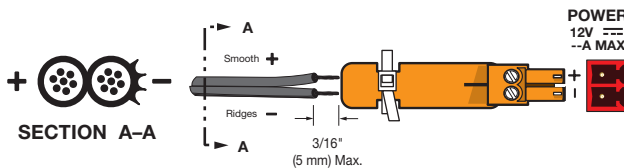

Figure 3. Power Connector Wiring
2. Strip the jacket to expose 3/16 inch (5 mm) of the conductor wire (see figure 3).
- Power supply voltage polarity is critical. Incorrect voltage polarity can damage the power supply and the unit. The ridges on the side of the cord identify the power cord negative lead (see figure 3 on page 5).
- La polarité de la source d'alimentation est primordiale. Une polarité incorrecte pourrait endommager la source d'alimentation et l'unité. Les stries sur le côté du cordon permettent de repérer le pôle négatif du cordon d'alimentation (voir figure 3).